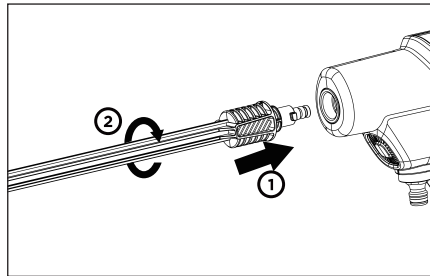

Abb. 1
ZUSAMMENBAU DES SPRÜHROHRS(Abb. 1)
1. Stecken Sie das Ende des Sprührohrs in den Hochdruckreiniger und drehen Sie es im Uhrzeigersinn, um es zu sichern. (Abb. 1)